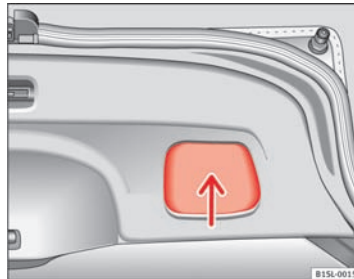

Fig. 23 Åben bagklap:
- Tag fat i grebet i bagklappens indvendige beklædning ⇒ Fig. 23 (pil).